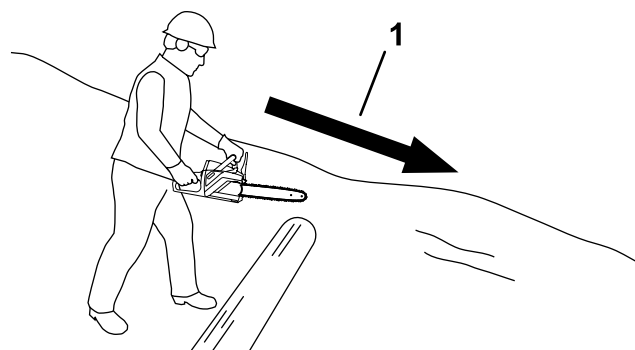

Figure 20
- Si la bille se trouve sur une pente, placez-vous toujours en amont (Figure 20).